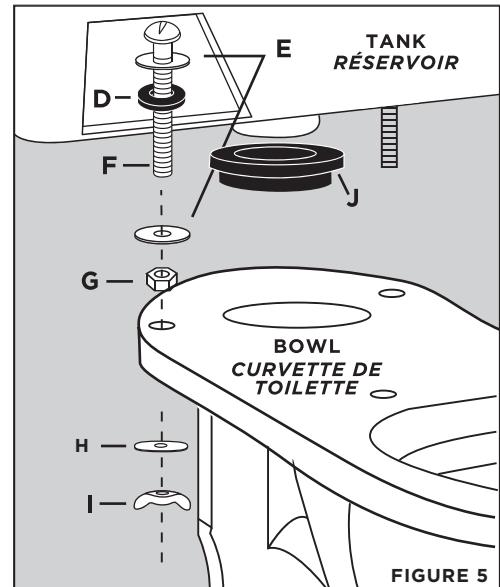

FIGURE 5
Place an oval metal washer (H) followed by a wing nut (I) onto each of the protruding bolts (F). Tighten the wing nuts (I) enough so that the tank sits flat on the toilet bowl (FIGURE 5).
Placez un rondelle ovale en métal (H) suivie par un écrou à oreille (I) sur chaque boulon (F) saillant. Serrez les écrous à oreilles (I) suffisamment pour que le réservoir repose bien à plat sur la cuvette de toilette (FIGURE 5).